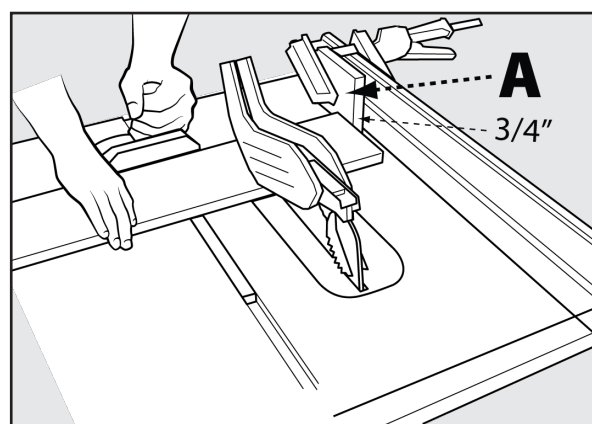

FIGURE 37
Les dimensions pour la fabrication d'un cale-guide typique sont présentées à la figure 37. Faites votre caleguide à partir d'un morceau de bois rectiligne qui est exempt de nœuds et de fissures. Fixer le cale-guide au guide ou à la table de sorte qu'il tienne la pièce contre le guide ou la table. Le serrage d'une planche de plumes devant la lame peut augmenter la sécurité lors de coupes non traversées et transversales.
Lors de la coupe transversale d'un certain nombre de pièces de la même longueur, vous pouvez fixer un bloc de bois (A) (voir figure 37) au guide et l'utiliser comme une jauge de découpe. Le bloc (A) doit être d'au moins 3/4 po (19 mm) d'épaisseur pour empêcher la pièce coupée de se coincer entre la lame et le guide. Une fois que la longueur de découpe est déterminée, verrouiller le guide et utiliser le guide d'onglet pour pousser la pièce dans la lame.